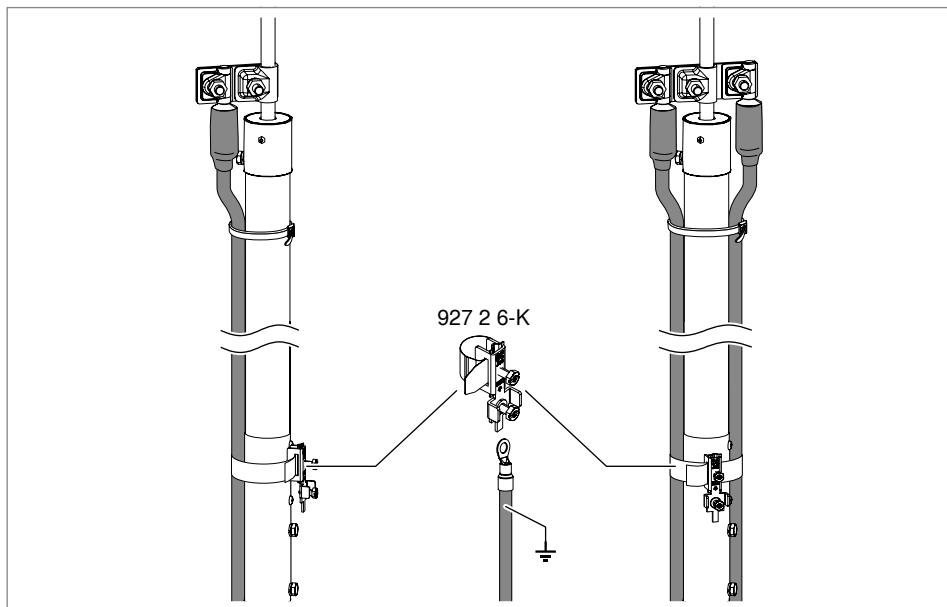

Abb. 51: Potentialausgleich am Fangmast mit außen liegender isCon®-Ableitung herstellen
- Im Bereich vom Potentialanschluss zum Anschlusselement in einem Umkreis vom berechneten Trennungsabstand s (siehe Abb. 51) keine elektrisch leitfähigen oder geerdeten Teile positionieren. Dazu gehören z. B. metallische Konstruktionsteile, Leitungshalter und Armierungen.